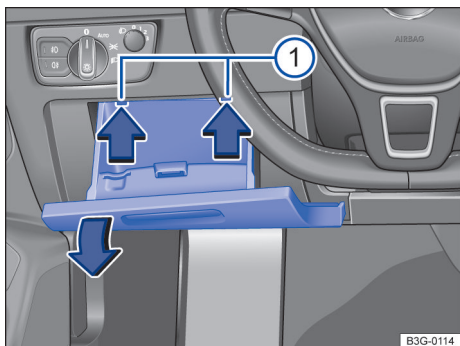

Fig. 223 Cobertura da caixa de fusíveis no painel de instrumentos: veículos com direção à esquerda, à esquerda do lado do volante.
- Abrir e, caso necessário, esvaziar o porta-luvas do lado do condutor → Fig. 223.
- Pressionar para cima as linguetas no sentido da seta e ao mesmo tempo abrir mais e remover o porta-objetos até que a placa de fusíveis esteja acessível → Fig. 223 ⓘ.